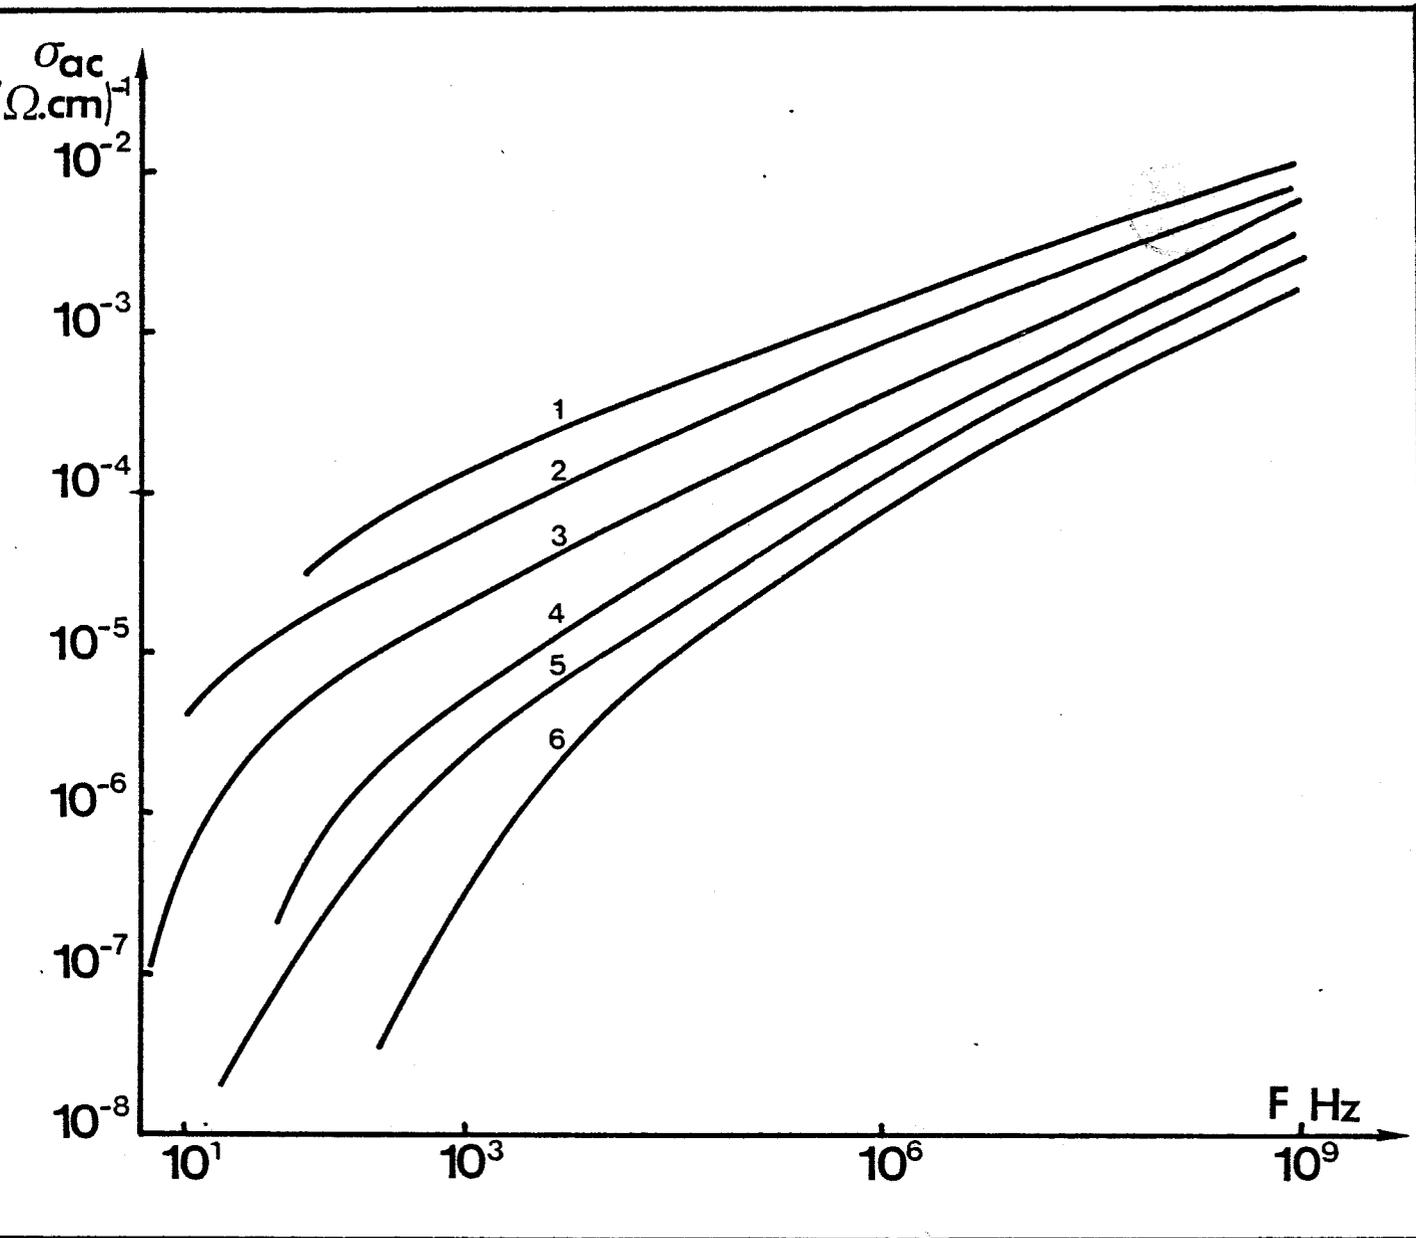

FIGURE F.1.9
- Figure F.1.9. $\sigma_{\text{ac}}(\omega, T)$